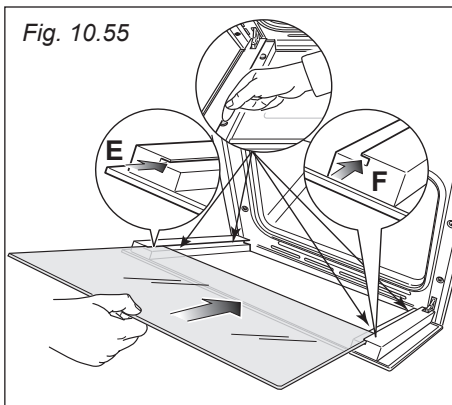
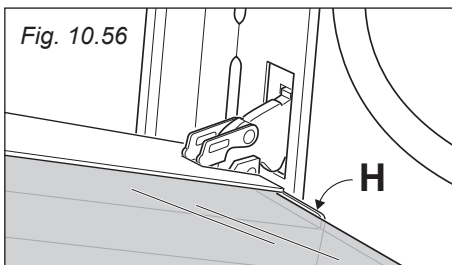

Fig. 10.55
Fig. 10.56
- **IMPORTANTE:** È consigliabile, durante l'inserimento del vetro, tenere premuti in posizione i 4 distanziatori "D", mediante un dito, al fine di evitare la rottura o lo sfilamento dei distanziatori stessi (fig. 10.55).
- Inserire il vetro nelle guide "E" ed "F" (fig. 10.55) e farlo scorrere dolcemente fino ai fermi "H" (fig. 10.56).